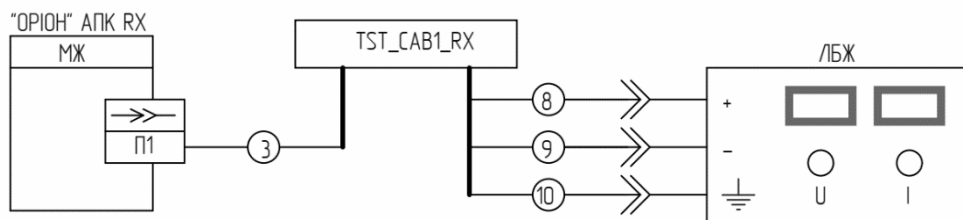

Рисунок 8.8.1 – Підключення «ОРИОН» АПК ОІ РХ до ЛБЖ
2) Підключити «ОРІОН» АПК ОІ RХ до ЛБЖ з допомогою тестових кабелів «TST_CAB1_RX» (див. рисунок 8.8.1);